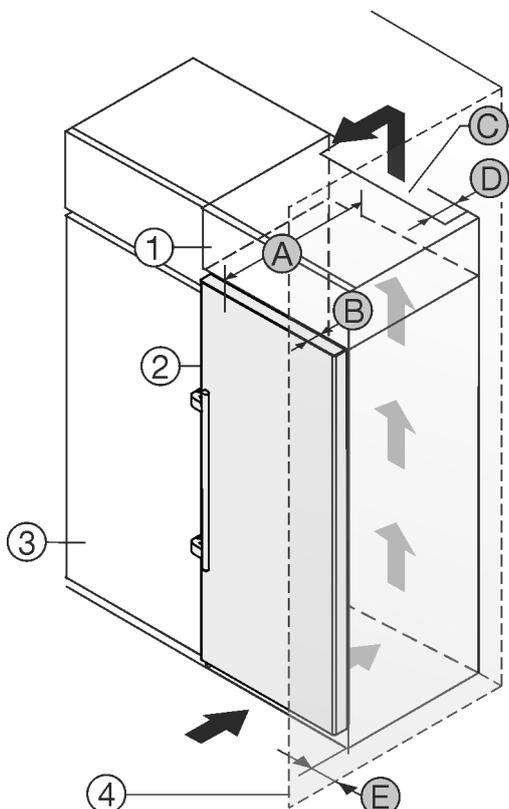

Fig. 2
Gerät direkt neben dem Küchenschrank Fig. 2 (3) aufstellen.\*
An der Rückseite des Aufsatzschrankes muss ein Abluftschacht mit der Tiefe Fig. 2 (D) über die gesamte Aufsatzschrankbreite vorhanden sein.\*
Unter der Raumdecke muss der Entlüftungsquerschnitt Fig. 2 (C) eingehalten werden.\*
Wenn das Gerät mit den Scharnieren neben einer Wand Fig. 2 (4) aufgestellt wird, muss der Abstand zwischen Gerät und Wand mindestens 57 mm betragen. Dies entspricht dem Griffüberstand bei geöffneter Tür.\*
Um die Tür vollständig öffnen zu können, muss Gerät um die Türtiefe Fig. 2 (B) gegenüber der Küchenschrankfront vorstehen. Abhängig von der Tiefe der Küchenschranke Fig. 2 (3) und Verwendung von Wandabstandshaltern kann das Gerät weiter herausragen.\*